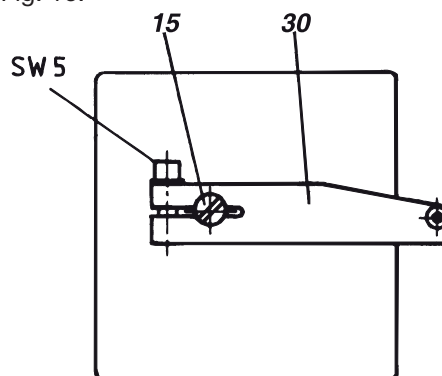

Fig. 16: Conecte a alavanca de realimentação ao posicionador
- e) Aperte a alavanca de realimentação **30** do atuador giratório no eixo **15** do posicionador, como mostra a Fig. 16.